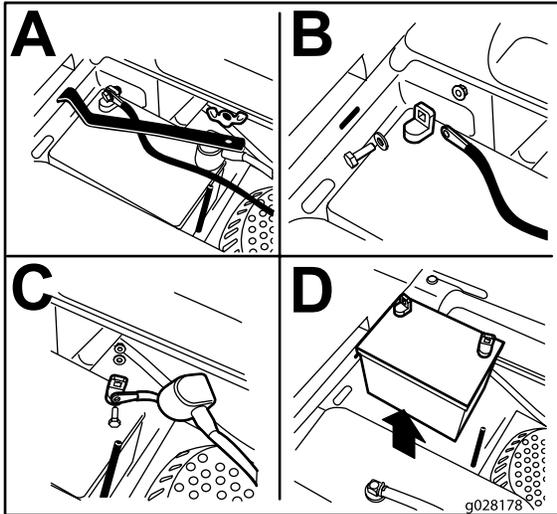

Figure 45
- Retirez l'écrou à oreilles qui fixe la barrette de maintien de la batterie (Figure 45).
- Déposez la barrette de maintien (Figure 45).
- Commencez par débrancher le câble négatif (noir) de la borne négative (-) (noire) de la batterie (Figure 45).
- Enlevez le capuchon rouge de la borne positive (rouge) de la batterie et débranchez le câble positif (+)(rouge) (Figure 45).
- Placez la batterie dans son support en tournant les bornes à l'opposé du réservoir de carburant (Figure 45).
- Fixez les câbles avec 2 boulons, 2 rondelles et 2 contre-écrous (Figure 45).
- Reposez la barrette de maintien et fixez-la avec l'écrou à oreilles (Figure 45).